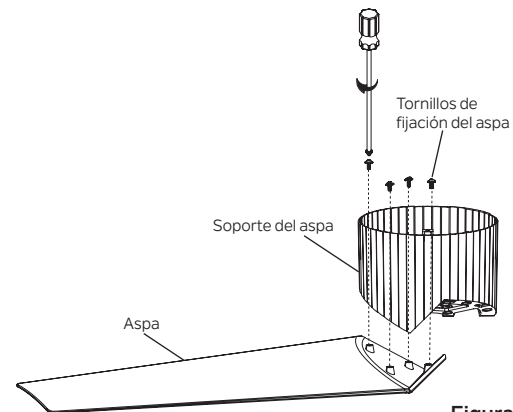

Figura 5
Paso 1. Alinee los cuatro orificios del asa con los cuatro orificios correspondientes del soporte. Enrosque los tornillos de fijación del asa en los orificios alineados y apriete los tornillos para fijar el asa al soporte. Repita para las aspas restantes. (Figura 5)